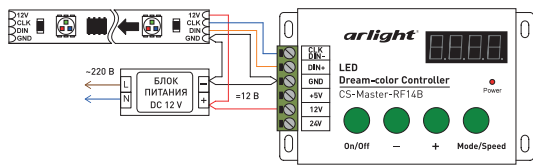

Рис. 1. Подключение контроллера при длине между контроллером и лентой до 10 м.
- 3.3. Подключите контроллер согласно схеме на Рис. 1. Если подключаемая лента не имеет входа тактирования «CLK», выход контроллера «CLK/DIN» не подключается. Учитывайте направление передачи сигнала, обозначенное на ленте стрелкой.